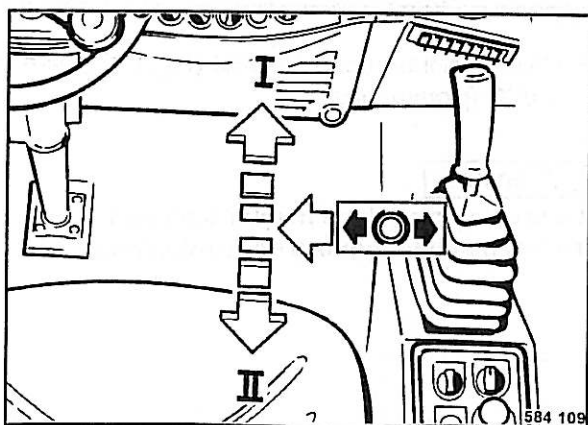

Fig. 42
- Desbloquear la palanca de marcha (Fig. 42) hacia la izquierda fuera de la posición de fre-